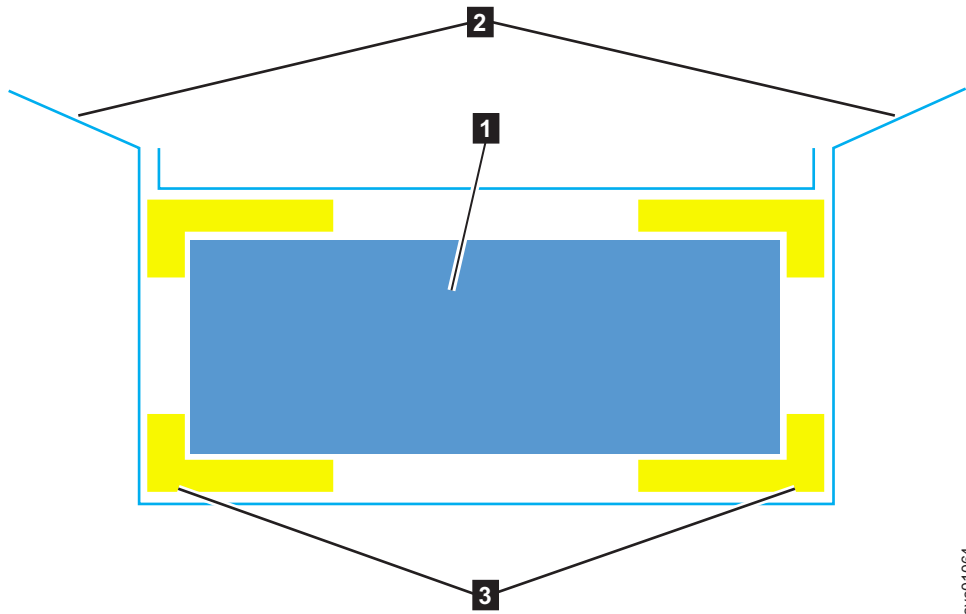

図 50. 梱包材
3. 図 50 に示すように、配送用の箱の隅を切断し、下へ折り返して拡張エンクロージャーの側面と前面を露出させます。